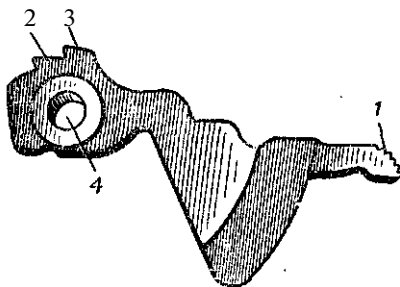

Рис. 14. Курок:
**Курок** (рис. 14) служит для нанесения удара по бойку. Он имеет спицу с насечкой для постановки курка на боевой взвод, два вы-